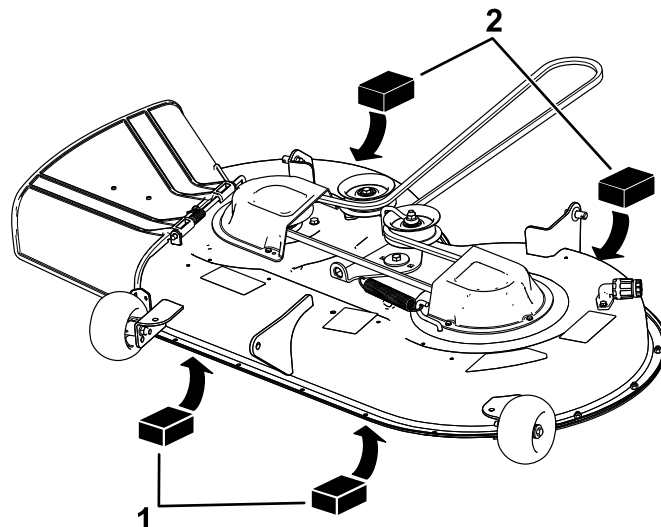

Figura 68
4. Coloque dois calços de 6,6 cm de espessura cada debaixo de cada lado da extremidade frontal da plataforma, mas não debaixo dos suportes do rolo antidanos (Figura 68).
5. Coloque dois calços de 7,3 cm de espessura cada debaixo da extremidade traseira da aba da plataforma de corte, um em cada lado da plataforma de corte (Figura 68).